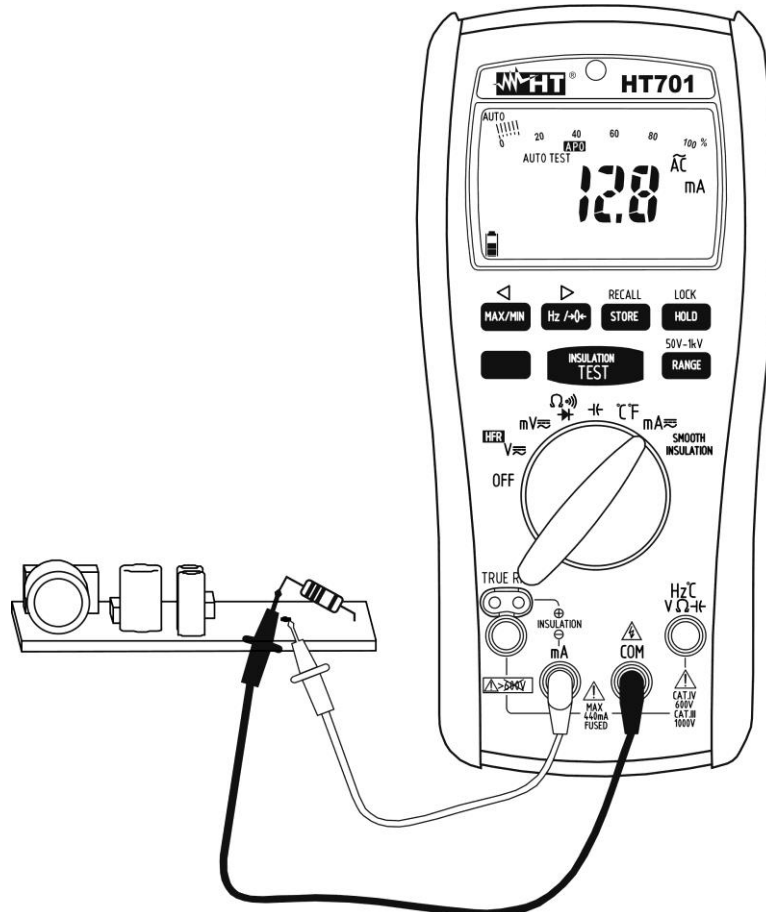

Fig. 5: Uso do instrumento para medir Correntes CA
5. Inserir o cabo vermelho no terminal de entrada **mA** e o cabo preto no terminal de entrada **COM** (consultar a Fig. 5)